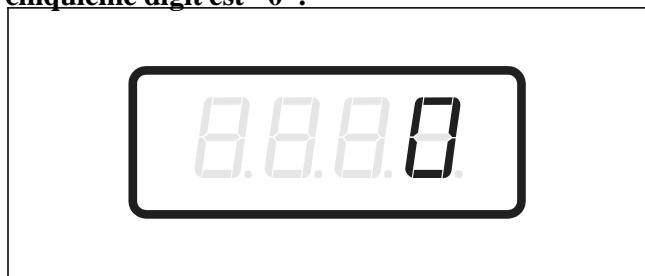

Figure 20
2. Lorsque "SA12" s'affiche, appuyer sur la touche DEMARRAGE (Enter). Le Prix de vente #2 de la vente spéciale A comprend cinq digits. Le cinquième digit s'affiche et clignote par intervalles d'une seconde. Se référer à la *Figure 20*.